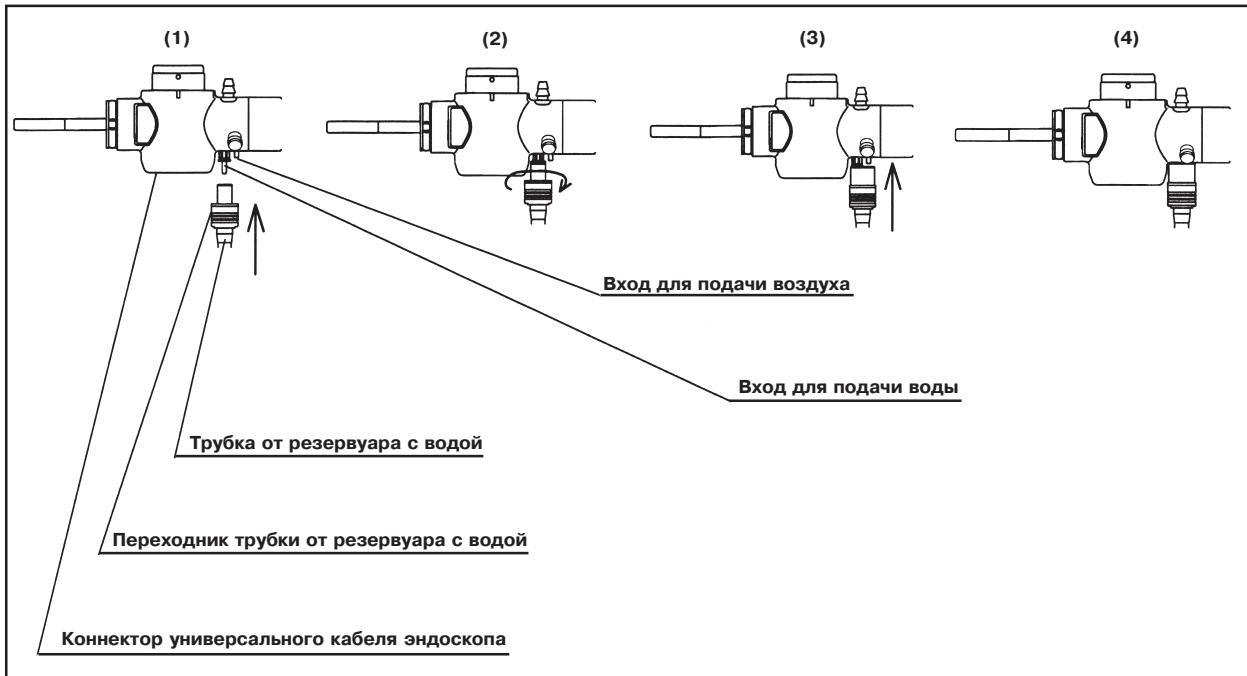

Рис. 3.11
2. Соедините переходник трубы от резервуара с водой с выходом для подачи воздуха и выходом для подачи воды на коннекторе универсального кабеля эндоскопа, как показано на рис. 3.11.